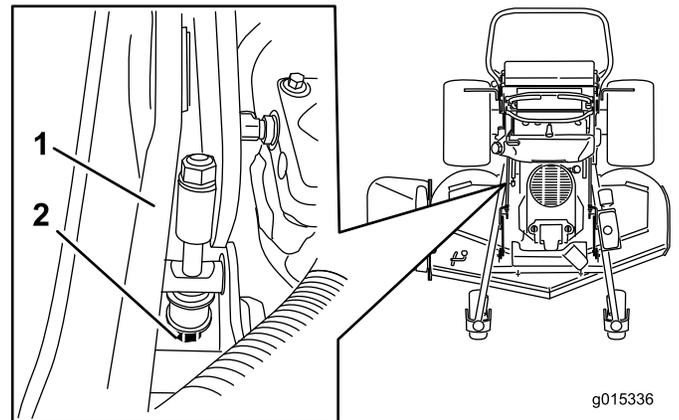

Figura 93
5. Si la medida no es correcta, localice la varilla de ajuste de la altura de corte en el lado derecho de la máquina (Figura 93).
6. Ajuste el perno de ajuste hasta obtener la distancia correcta de 7.6 cm (3 pulgadas) (Figura 93).